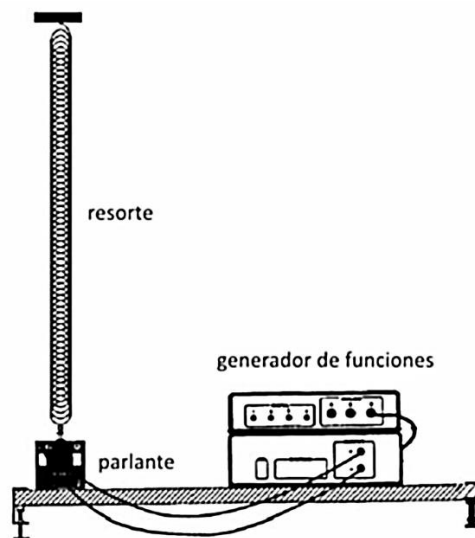

Figura 4: Montaje para las ondas longitudinales.
3. Las ondas son generadas en un resorte excitado longitudinalmente por un parlante vibrando a frecuencia variable, como muestra la figura 4. El resorte está unido por un extremo al centro del parlante y el otro extremo está fijo. La tensión del resorte se ajusta variando su largo extendido. Al igual que en el caso anterior la tensión del resorte debe ser baja.